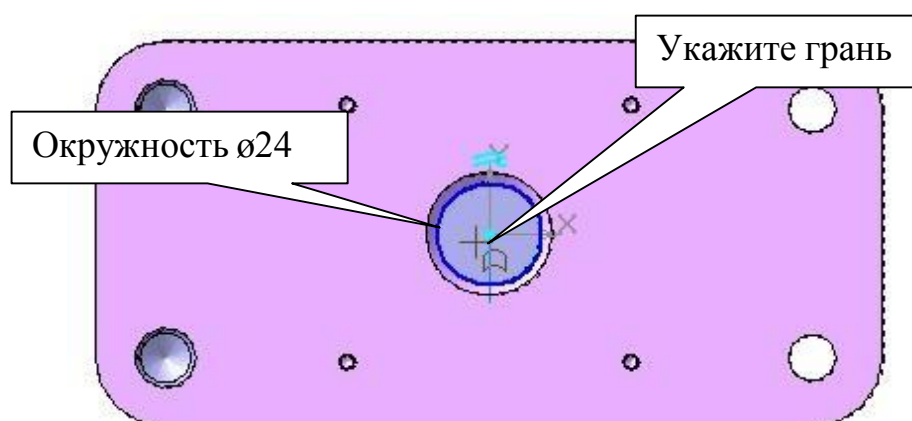

Рис. 13
3) Система перейдет в режим редактирования эскиза . Нажмите кнопку **Спроецировать объект**  на панели **Геометрия**  и спроецируйте грань, рис. 13, получив окружность  $\varnothing 24$ .